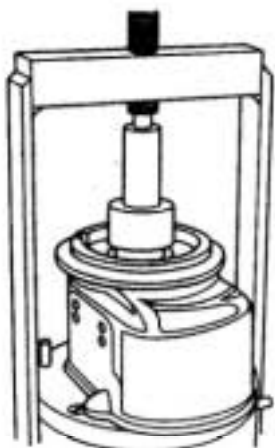

Figure 7.3
- Engager le joint d'huile au ras du corps de la magnéto, à l'aide de la douille d'assemblage de joint d'huile (T-103) et de la vis à poignée en T (Voir figure 7.3)